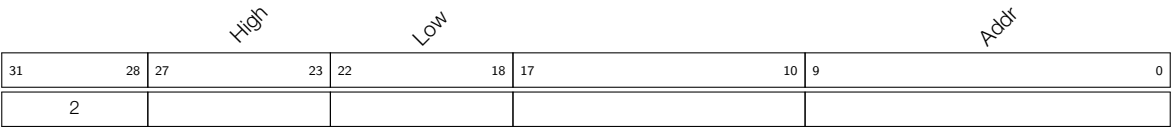

图 27-23. 指令类型 - REG\_RD
**Operand**    **描述** - 见图 27-23